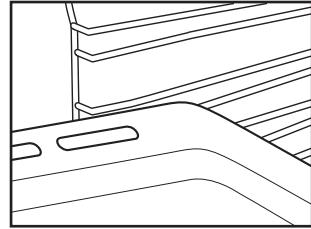

Abb. 2
- Das andere Zubehör, wie Fettpfanne oder Backblech, wird auf die gleiche Weise eingesetzt wie der Rost (Abb. 2).